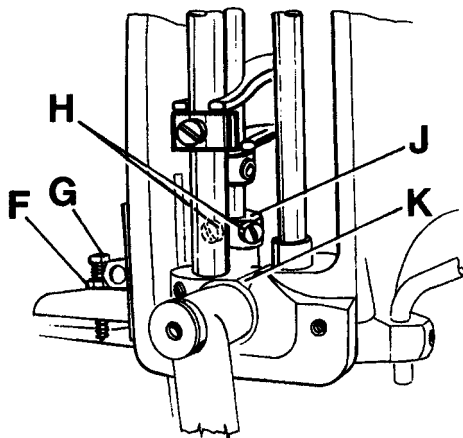
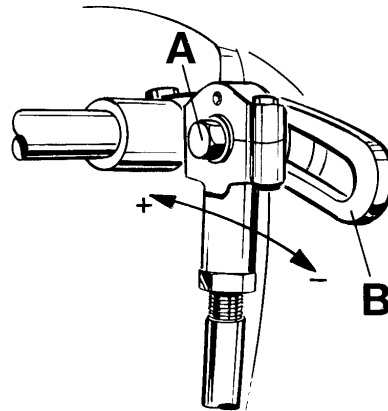

Fig. 19
Fig. 20
For setting the small gap between the feed dogs loosen nut (F, Fig. 19). Turning in screw (G) increases the gap, turning it out decreases the gap. Retighten nut (F). For matching the upper feed dog travel with the lower feed dog travel loosen screw (A, Fig. 20). Moving the ball link in the slot of rocker lever (B) to the front decreases the upper feed dog travel, moving it to the rear increases the travel. Retighten screw (A).
Zum Einstellen des Luftspalts zwischen den Transporteuren lösen Sie die Mutter (F, Fig. 19). Eindrehen der Schraube (G) vergrößert den Luftspalt, Herausdrehen verkleinert ihn. Ziehen Sie die Mutter (F) wieder an. Zum Angleichen des Obertransportwegs an den Weg des unteren Transporteurs lösen Sie die Schraube (A, Fig. 20). Verschieben des Kugelgelenks im Kulissenhebel (B) nach vorne verkleinert den Obertransportweg, Verschieben nach hinten vergrößert ihn. Ziehen Sie die Schraube (A) wieder an.
For adjustment loosen the two screws (H, Fig. 19) and raise the supporting yoke (J) when the upper feed dog should lift more, or lower it when it should lift less. Retighten screws (H).
Zum Einstellen lösen Sie die beiden Schrauben (H, Fig. 19) und stellen das Stützlager (J) höher, wenn der Obertransporteur mehr oder tiefer, wenn er weniger abheben soll. Ziehen Sie die Schrauben (H) wieder an.